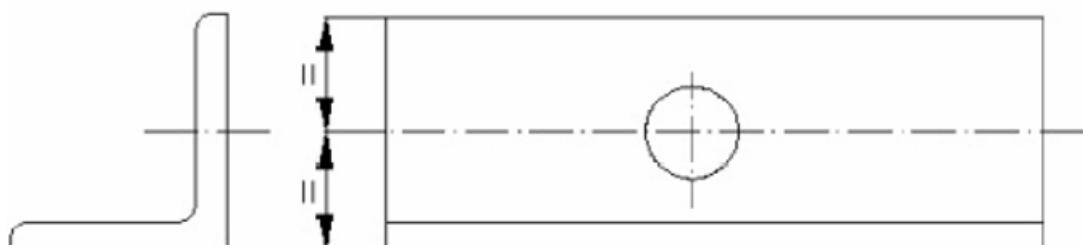

Fig. 13
- = – наносят над второй последовательной размерной линией, указывая на информативное равенство (без допуска) соответствующих размеров; в этом случае числовые значения не записываются (Рис. 13).